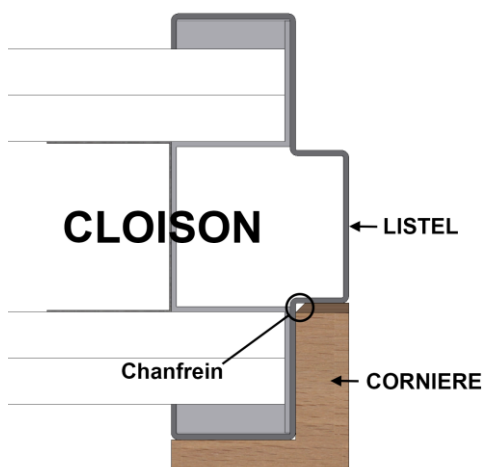

Figure 2
- **Cornière :** Retirer le film adhésif du double-face et emboîter la cornière au montant de l'huisserie en l'appuyant contre, côté le plus court en fond de feuillure contre le listel (voir **figure 2** p9).
- **Cornière** : Retirer le film adhésif du double-face et insérer la cornière d'habillage entre les deux autres cornières déjà en place sur les montants, en l'emboîtant à l'angle de la traverse côté double face recouvrant ainsi le parement et comblant la feuillure de l'huissérie existante (voir **figure 2** p9).